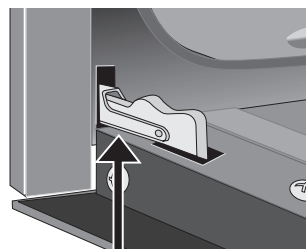
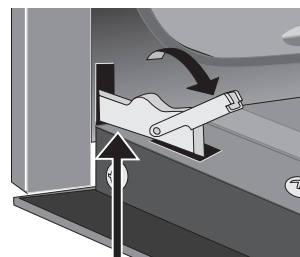

Figure 44 : Verrous de charnière de porte
Figure 45 : Charnière en position déverrouillée
2. Relevez complètement les verrous des charnières de gauche et de droite du cadre de la cuisinière vers la porte du four (Voir Figure 44). Vous pourriez avoir besoin d'un petit tournevis à tête plate pour déverrouiller la charnière (Figure 45).
4. Poussez les verrous des charnières de droite et de gauche vers le haut et dans le cadre du four jusqu'à ce qu'ils soient en position verrouillée (Voir Figure 44).